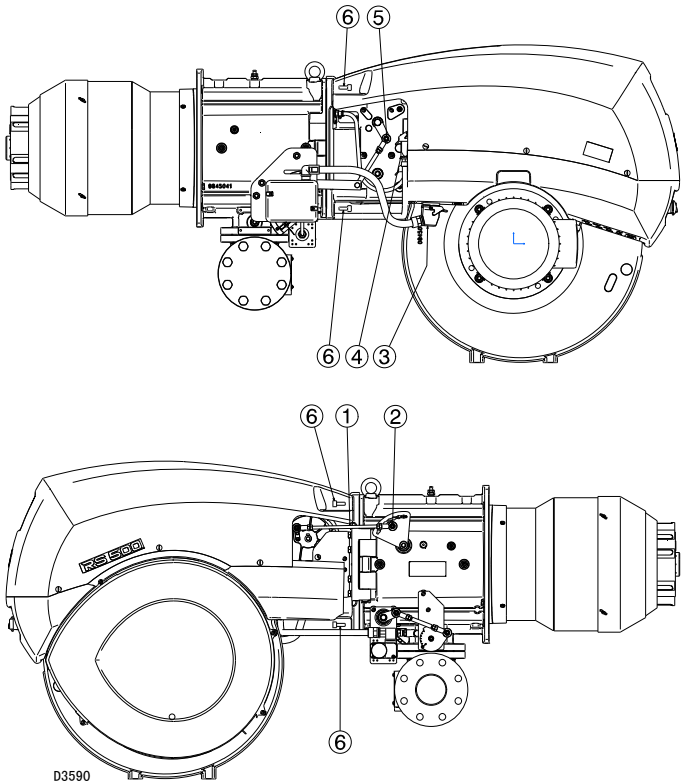

图 36
- 从燃烧头活动杆上解开拉杆 1)(图 36)卸掉螺母 2)。